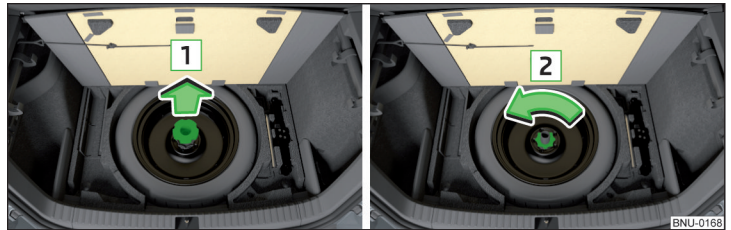

Fig. 318 Retirer la roue
La roue de secours se trouve dans une auge sous le revêtement du plancher du coffre à bagages et elle est fixée par une vis de sécurité » fig. 318.
- › Retirez le pied de support pour le plancher du coffre dans le sens de la flèche **1** et dévissez la vis de sécurité dans le sens de la flèche **2** » fig. 318.
- › Vissez les écrous dans le sens inverse de la flèche jusqu'à la butée **2** » fig. 318.